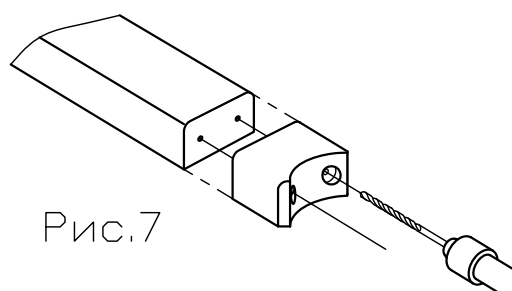

Рис.7
2.2.11 Подбалаясная планка выпускается с просверленными на торцах отверстиями $\Phi 4$ мм и глубиной 50мм для присоединения к ней боковин. При подгонке длины подбалаясной планки эти отверстия с одной стороны будут полностью или частично срезаны. Вам необходимо восстановить их глубину 50мм или просверлить заново пользуясь боковиной, как кондуктором, при сверлении. См. Рис.7